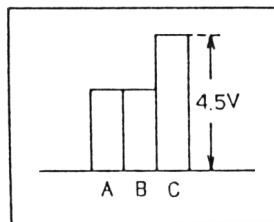

Figure 2
4. Stellen Sie mit dem Regler VR103 die Signale A und B auf gleichen Pegel (siehe Bild 2).